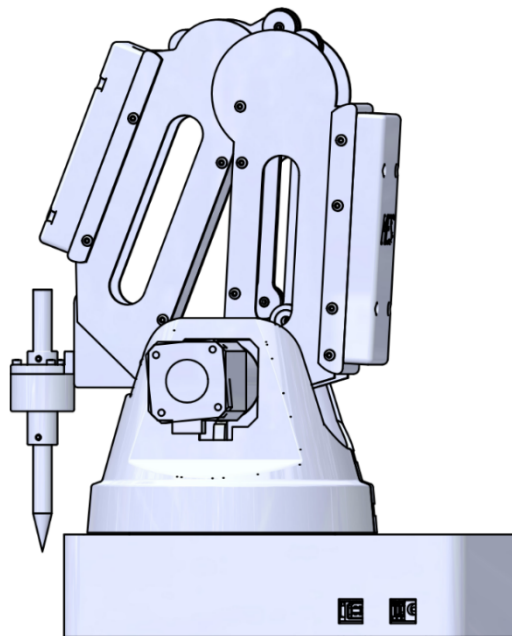
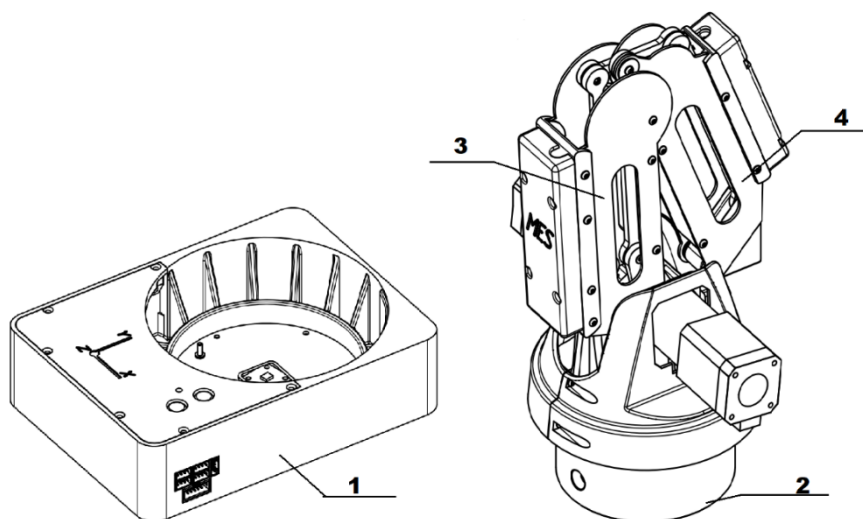

Рисунок 2-1 4-х осевой роботизированный манипулятор
Рисунок 2-2 Основные составляющие 4-х осевого роботизированного манипулятора. 1 – основание, 2 – поворотная платформа, 3- нижнее плечо, 4 – верхнее плечо.
Главными частями 4-х осевого манипулятора (Рисунок 2-1) являются основание с основной управляющей частью (1) и остов содержащий в себе приводы, поворотную платформу (2), верхнее и нижнее плечо (3,4) (Рисунок 2-2).